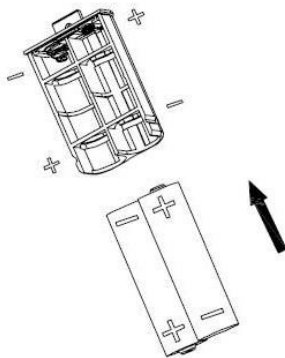
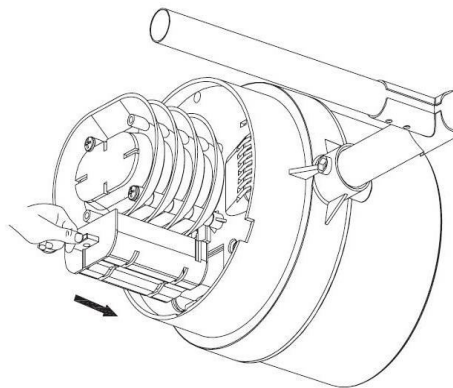

Figure 3
Figure 4
3. Legen Sie 2xAA alkaline Batterien in das Batteriefach. (figure 3) Und schließen Sie das Batteriefach, wie Sie es geöffnet haben. (figure 4)